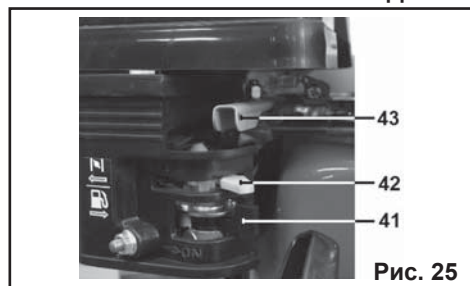

Рис. 25
8.5.6. После запуска двигателя переведите рычаг воздушной заслонки (42) в положение ← «**ОТКРЫТО**» (Рис. 25).
8.5.7. Работайте только **при максимальных оборотах двигателя** – рычаг воздушной заслонки (42) должен находиться в положении ← «**ОТКРЫТО**», а рычаг привода управления оборотами (43) - в положении **МАКСИМАЛЬНЫЕ ОБОРОТЫ ДВИГАТЕЛЯ** (Рис. 25).